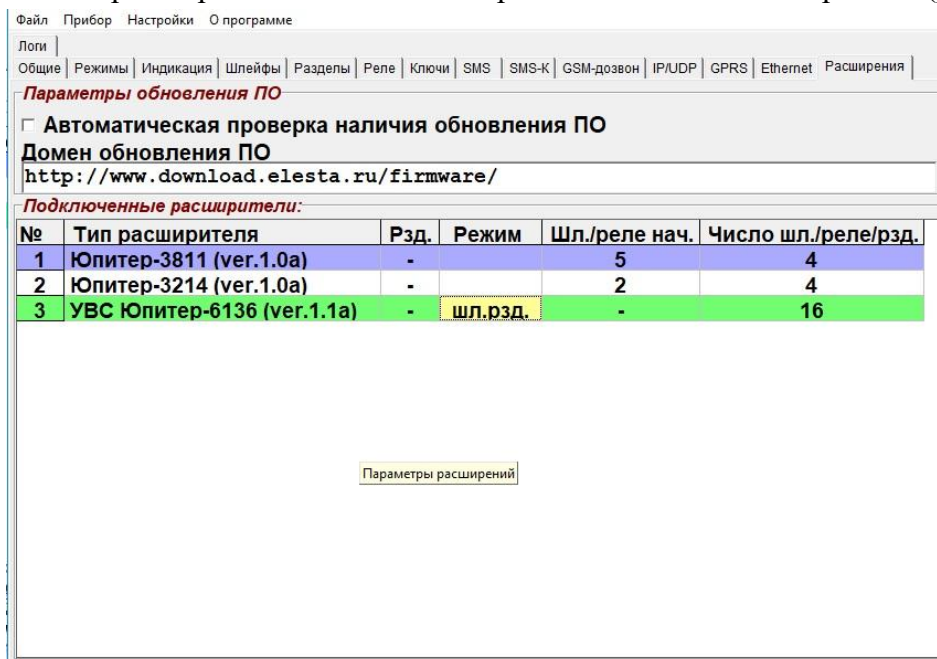

Рисунок 7. Вкладка «Расширения». Добавленные расширители.
4.2 Добавленные расширители можно посмотреть на вкладке «Расширения» (рисунок 7).